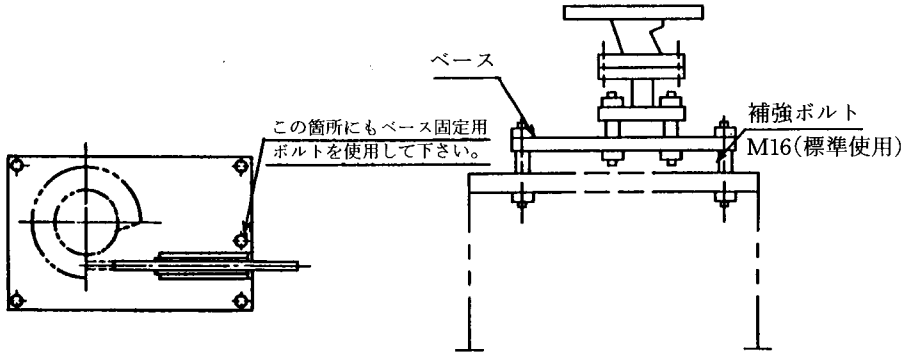

図8 補強ボルト
(1) インラインフィーダをスタンド、架台等に取付ける場合は図7、図8の注意事項を確認の上、行なってください。
(2) インラインフィーダを同一ベース上に複数台設置する場合は特にベースの設計に注意してください。前記の様にインラインフィーダ回りに補強リブを入れるとともに図8のように補強ボルトを設けてください。
このようなときは、図8のように1台ずつベースに取付けて分離してください。